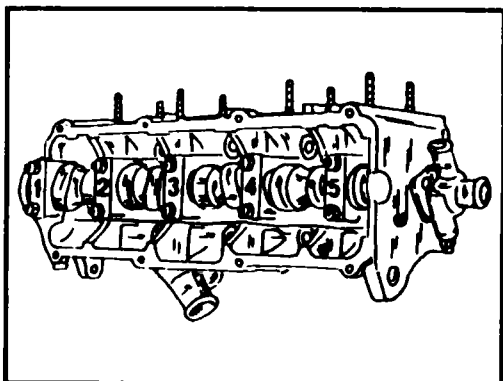

Рис. 2.8 Нумерация крышек подшипников коленвала
- ◆ Снимите крышки коренных подшипников коленвала. Они обозначаются цифрами (№1 со стороны ременного шкива, №5 со стороны маховика - см. рис. 2.8).
- ◆ Отвинчивайте поэтапно и крест-накрест крышки подшипников номер 1,3,5 (см. рис. 2.8), а затем снимите их.